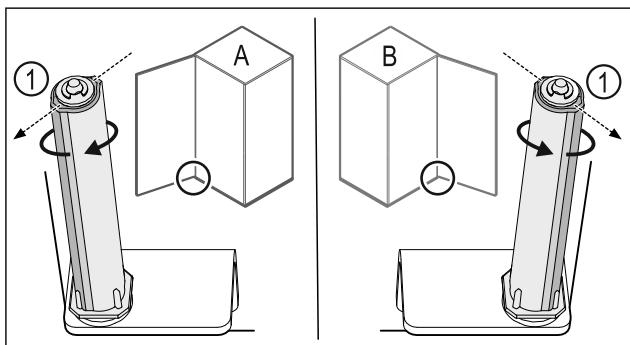

Fig. 41 Tope izquierdo (A)/tope derecho (B)
- Gire el sistema de bloqueo contra la resistencia hasta que la barra del sistema de bloqueo Fig. 41 (1) esté orientada hacia el exterior.